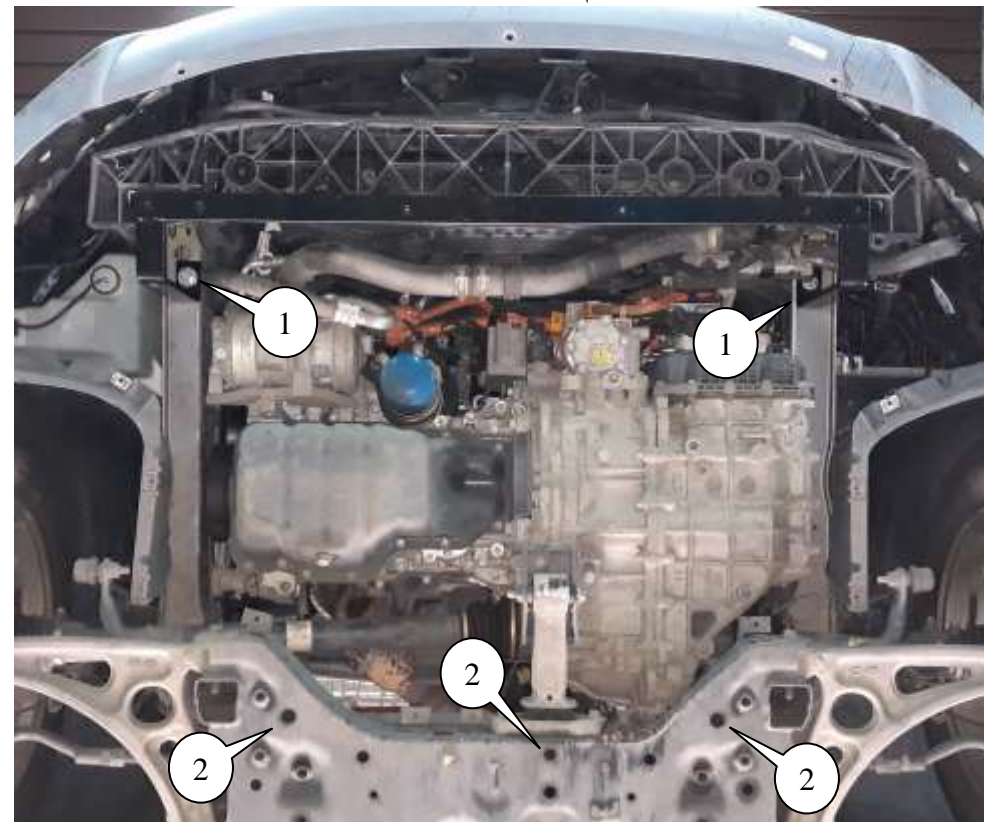

Рис.1
2. Просверлить отверстия Ø13 в лонжеронах автомобиля (отмерять 60 мм от штатных отверстий в лонжероне слева и справа) и установить клепальные гайки M10 специальным приспособлением, рис.1, 3, поз.1, затем установить балку 3 болтами 6.
3. Установить планки 14 в отверстия подрамника поз.2 и наживить болты 6, рис.1.